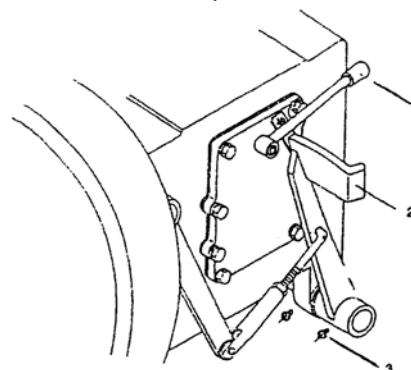

Рис. 2-8 Передний привод рулевого управления
Рычаг, находящийся в нижней левой части сиденья, управляет передним приводом трактора (1) (рис. 2-8). Поднимите рычаг вверх, движущая сила входит в привод, нажмите вниз (1) – прекращение движущей силы в передний привод. Особое внимание: перед операцией с рычагом, Вы должны сначала нажимать педаль сцепления (2), чтобы сцепление полностью отделена, тогда поднимите или нажмите рычаг (1).
(1) В ежедневном использовании, постоянно очистить пыль и грязь наружных аккумуляторов, а также обеспечивать хороший контакт столба полюса с наконечником провода.
(2) Всегда обеспечите хорошую проходимость вентиляционных отверстий на крышке аккумулятора, чтобы избежать повреждения аккумулятора из-за чрезмерного накопления воздуха внутри аккумулятора.
(3) Почкаче осмотреть уровень электролита (см. рис. 2-8), его высота в измерительная трубе должна быть содержать в 10-15мм, если не достигается ,то добавляется дистиллированную воду. При неожиданном переливании электролита, только разрешается добавить такой электролит, приготовленный по требованию к местной температуре.
(4) Обеспечивать генератор и регулятор содержать в исправном технологическом положении, и своевременно добавить расходуемую электроэнергию аккумулятора.
(5) Острого запретить проверять состояние хранения электроэнергии методом короткого замыкания, во избежании нарушении аккумулятора.
(6) Аккумулятор постоянно держится в положении достаточной электроэнергии.
(7) Нельзя многократно использовать гудок. Запуск произведен по указанию, чтобы продлить срок пользования аккумулятора